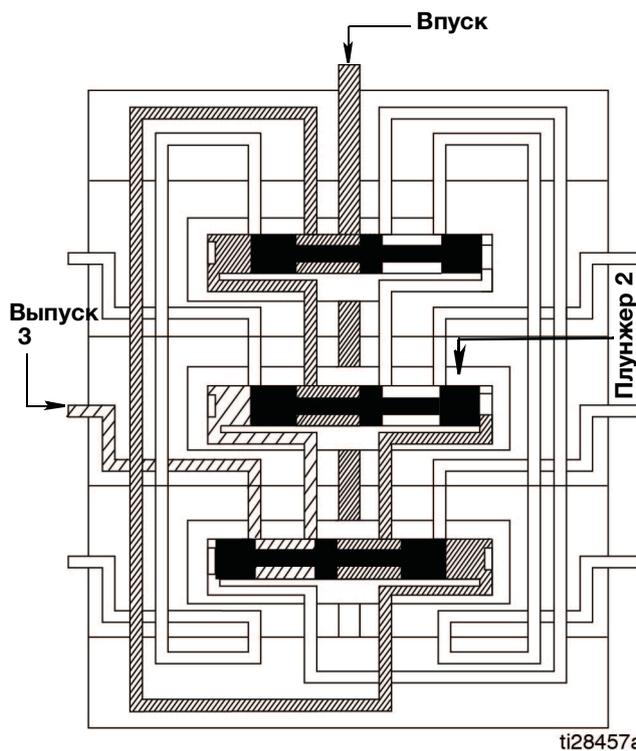

Рис. 14
2. Плунжер 2 открывается и производит подачу смазочного материала в выпускное отверстие 3 (Рис. 14).